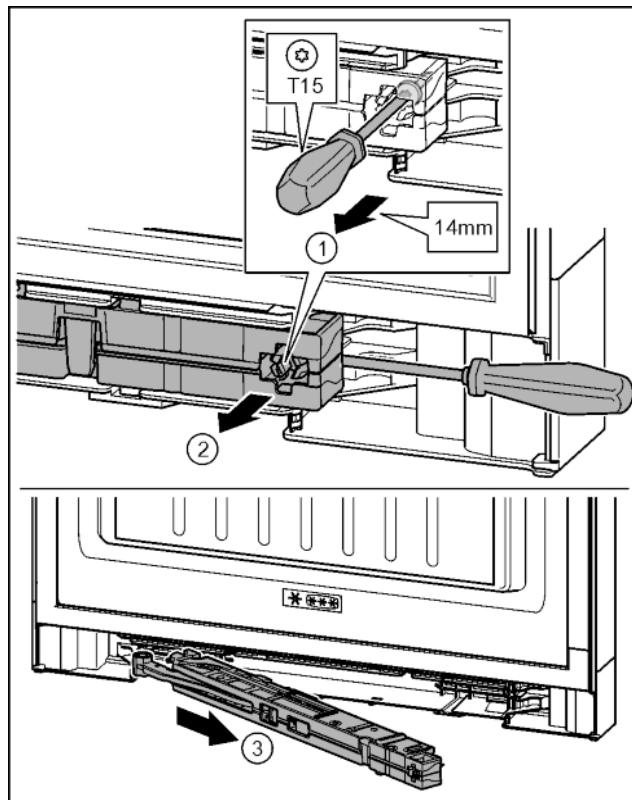

Fig. 17
- ▶ Ослабить винт на узле амортизатора с помощью отвертки T15 примерно на 5 мм. Fig. 17 (1)
- ▶ Переместить отвертку со стороны ручки за узел амортизатора. Повернуть узел вперед. Fig. 17 (2)
- ▶ Вытащить узел амортизатора. Fig. 17 (3)